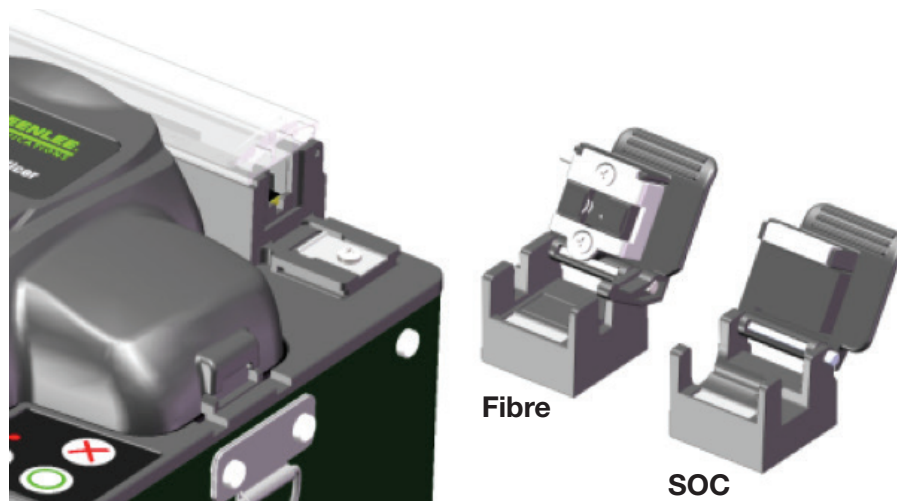

Figure 7
- L'adaptateur de chauffage est un composant détachable (Figure 7). Changer le couvercle droit de l'adaptateur de chauffage du connecteur d'épissure.